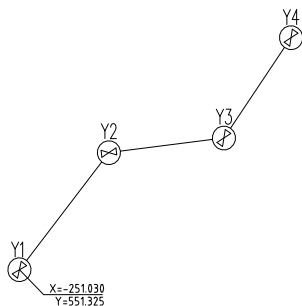

图 6-82 打开井座标素材
① 按 Ctrl+O 组合键，打开配套光盘提供的“第 6 章/ 6.3.9 井坐标.dwg”素材文件，结果如图 6-82 所示。
② 输入 JZB 命令按回车键，命令行提示如下：